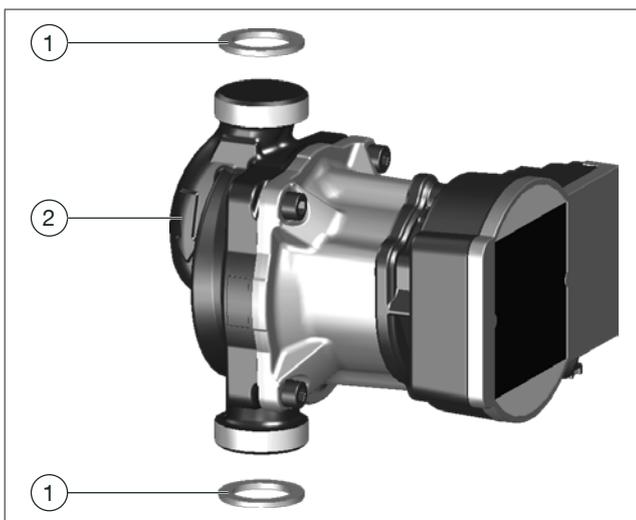
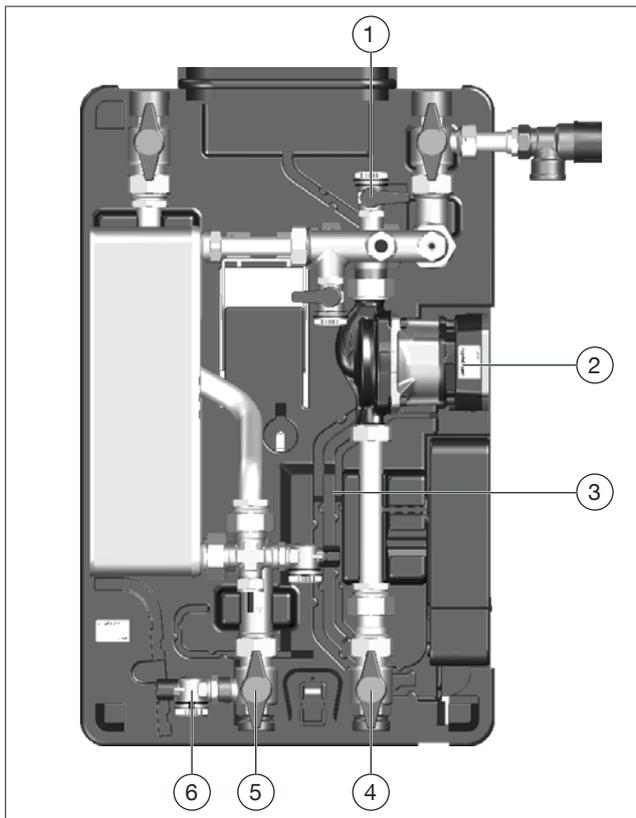

Fig. 1: Construction
Fig. 3: Vue de face
- Respecter le sens de refoulement ! La flèche (voir position (2) sur la Fig. 1 en page 6) doit pointer vers le robinet d'arrêt à tournant sphérique - Retour circuit ballon d'eau chaude (position (4) sur la Fig. 3 en page 7).
Poser les câbles électriques dans les chemins prévus du guidage des câbles (position (3) sur la Fig. 3 en page 7).